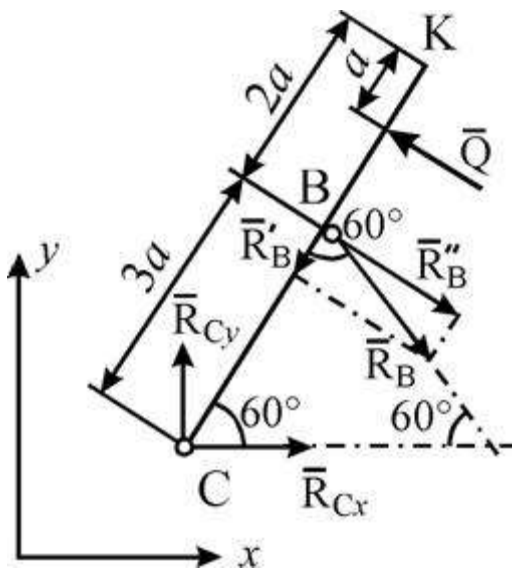

Рис. 26
**Решение.** Для определения реакций расчленим систему по шарниру  $C$  и рассмотрим сначала равновесие стержня  $KC$  (рис. 26). Проведем координатные оси  $x$  и  $y$  и изобразим действующие на стержень силы: равномерно распределенную нагрузку заменим силой  $\bar{Q}$ , приложенной в середине участка  $BK$  (численно  $Q = q \cdot 2a = 20$  кН), реакцию  $\bar{R}'_B$  стержня  $BB'$  направим вдоль этого стержня, а действие отброшенного угольника  $AEC$  представим составляющими  $\bar{R}_{Cx}$  и  $\bar{R}_{Cy}$  реакции шарнира  $C$ .